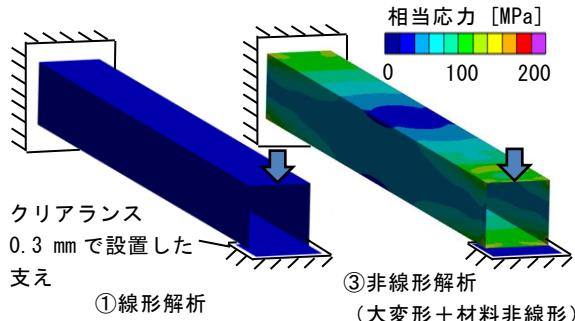
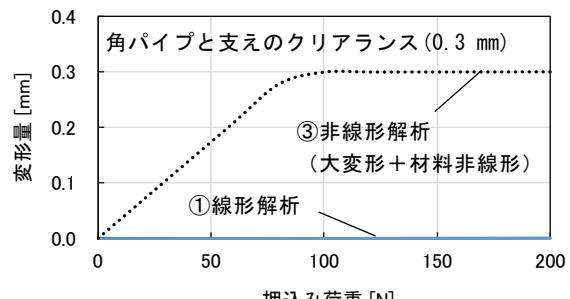

図 5 接触解析により得られた相当応力
図 6 押込み荷重と変形量の関係(接触解析)
押込み位置の下部に 0.3 mm のクリアランス(隙間)を設けて支えを配置した接触解析の例を紹介します。①線形解析と③非線形解析(大変形+材料非線形)の比較を図 5 および図 6 に示します。
①線形解析では、図 5 および図 6 において相当応力、変形量ともに概ね 0 になることがわかります。線形解析では、クリアランスが存在する場合でも、解析開始時から固着されていると定義して扱われるため、接触状態の変化を追従できないという特徴があります。一方、③非線形解析では、図 6 のとおりクリアランス分(0.3 mm)だけ変形した後に支えとの接触を検知し、それ以上の変形が抑制されるという実挙動に即した結果を示しました。また図 5 では、接触に至るまでの荷重伝達により、角パイプに相当応力が発生している様子を確認できます。このように、境界条件が不連続に変化する現象には非線形解析が不可欠です。